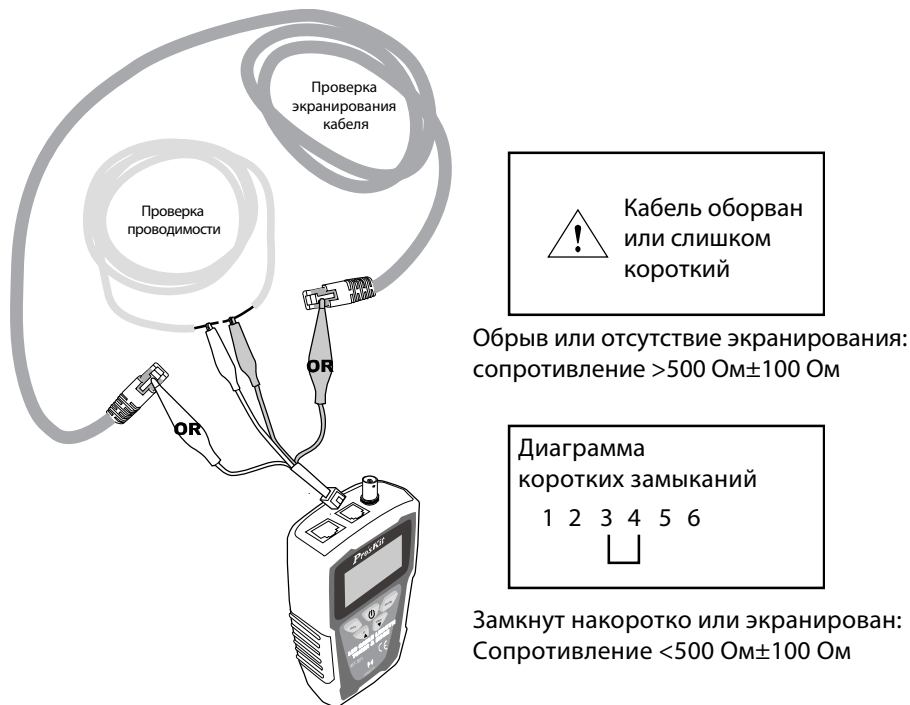

Рис. 11. Проверка экранированного кабеля локальной сети и его целостности
Если невозможно отличить громкость сигнала в двух частях пучка, очевидно, что кабель или отключен, или замкнут накоротко. Сделайте тест на проводимость (рис. 11), чтобы проверить состояние кабеля.
1. Согласно рис. 11 вставьте соединительный шнур с аллигаторным зажимом в разъем RJ-11, а другой конец подсоедините к тестируемому кабелю.
4. Результат тестирования будет подобным тому, который изображен на рис. 11.